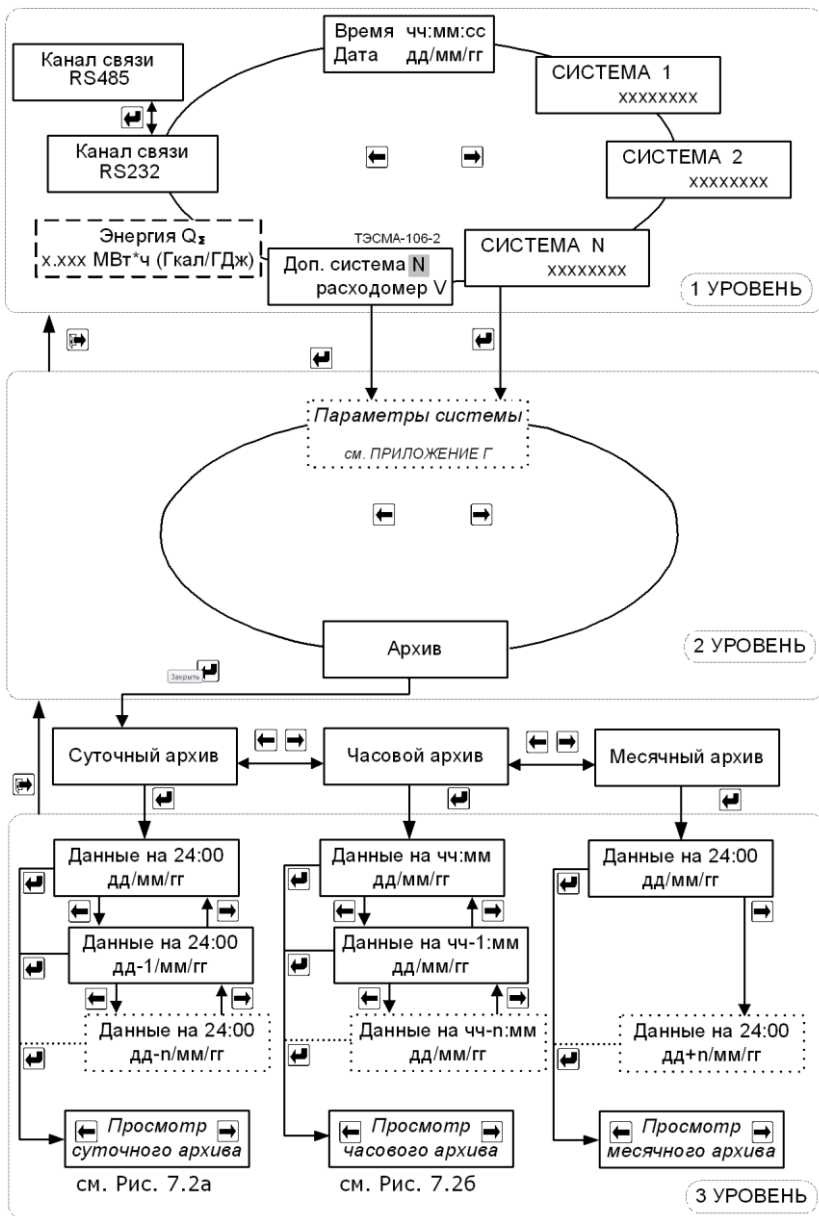

Рис. 7.1 Режим «Рабочий».
7.2.2 Порядок перехода между окнами режима «Рабочий» изображён на рис. 7.1. Меню дополнительных систем с расходомерами V доступно только для модификаций ТЭСМА-106(ТЭСМАРТ.02.1), ТЭСМА-106(ТЭСМАРТ.02.2), ТЭСМА-106(ТЭСМАРТ.02.3).